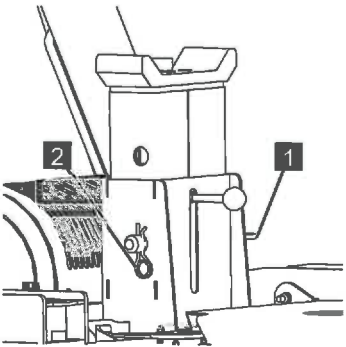

Abb. 107
7. Den Befestigungsbolzen (Abb.107/1) einschieben und mit dem Federplint (Abb.107/2) sichern.